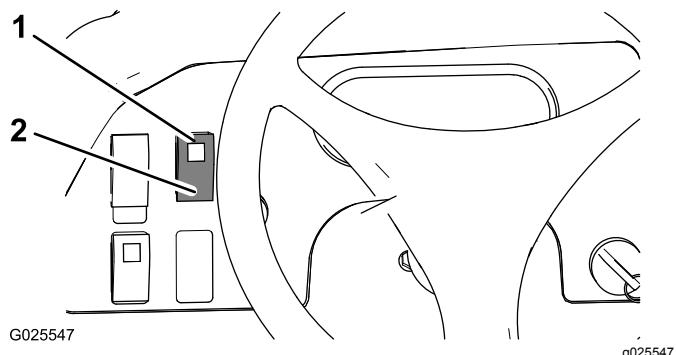

Figura 24
- Presione el interruptor de bloqueo del diferencial hacia arriba para bloquear el diferencial (Figura 24).
- Presione el interruptor de bloqueo del diferencial hacia abajo para desbloquear el diferencial (Figura 24).